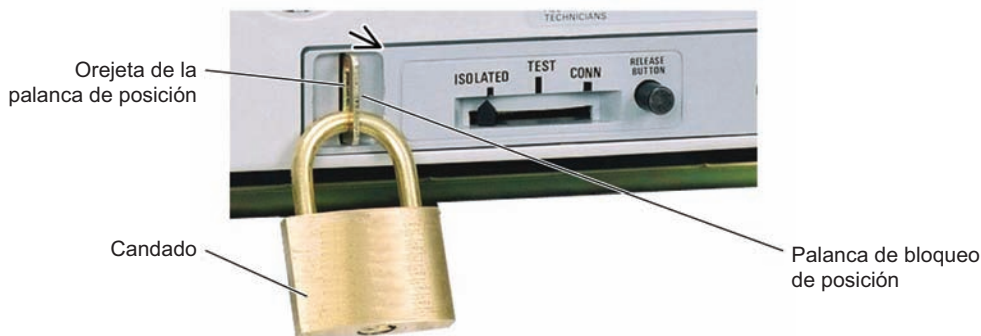

Fig. 34 Bloqueo de la palanca de posición
2. Extraiga la palanca de bloqueo de posición como se indica en la Fig. 34.
3. Bloquee la palanca de bloqueo de posición con un candado que posea un arco de $\varnothing 6$ mm (se pueden utilizar hasta 3 candados) como se muestra en la Fig. 34. Esto evita que pueda introducirse la manivela de extracción en el orificio de inserción y no es posible cambiar la posición del interruptor.